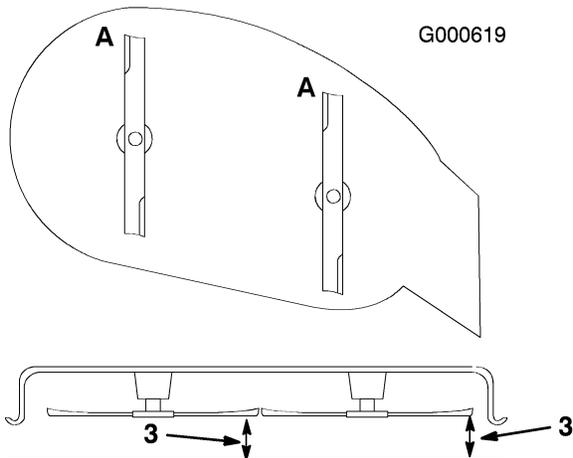

Figura 39
1. Girate le lame fino a disporle in parallelo con la lunghezza della macchina (Figura 39). Misurate da un piano orizzontale fino al tagliente delle
lame, posizione **A**, (Figura 39). Prendete nota di questa misura.